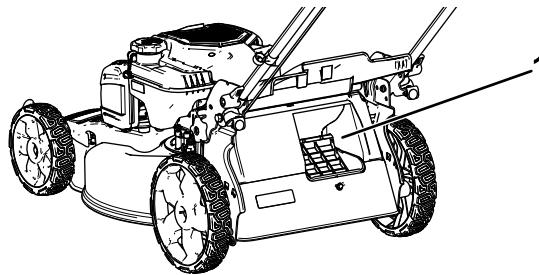

Figura 17
- Importante:** Para asegurar un funcionamiento correcto, apague el motor, espere a que se detengan todas las piezas en movimiento, y luego retire los recortes de hierba y otros residuos de la tapa de ensacado bajo demanda y del hueco adyacente (Figura 17) antes de